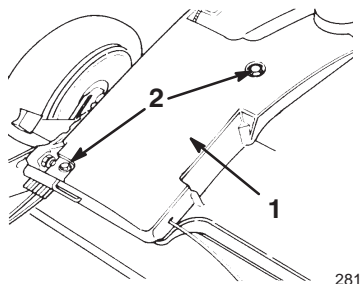

Figure 35
2. Enlevez les boulons qui fixent le couvercle de courroie à la tondeuse (Fig. 35).